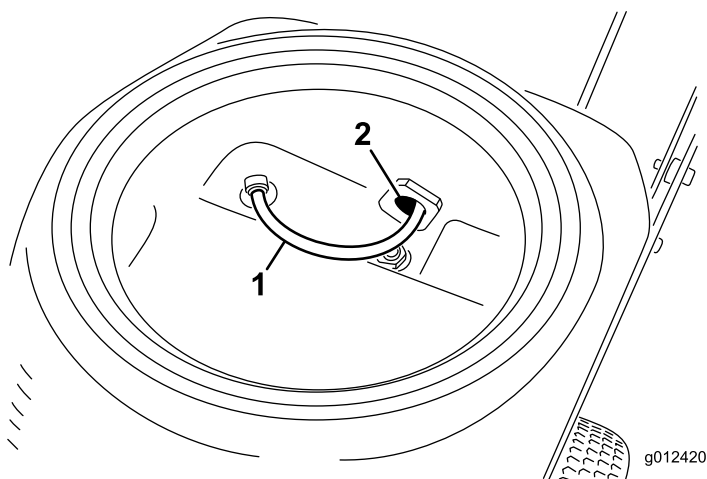

Figura 32
4. Dentro do depósito de tinta, insira a linha de agitação na válvula de drenagem como se mostra em Figura 32.